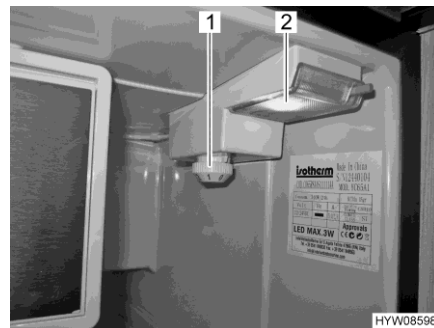

Fig. 92 Elemento de mando (frigorífico)
- Girar el regulador de temperatura (Fig. 92,1) en sentido de las agujas del reloj, de la posición "0" a la posición "1". El aparato está conectado, las luces interiores (Fig. 92,2) están encendidas.
- Girar el regulador de temperatura (Fig. 92,1) en sentido contrario a las agujas del reloj a la posición "0". En esto, se deberá superar una ligera resistencia.
- Ajustar la temperatura en el regulador de temperatura (Fig. 92,1).